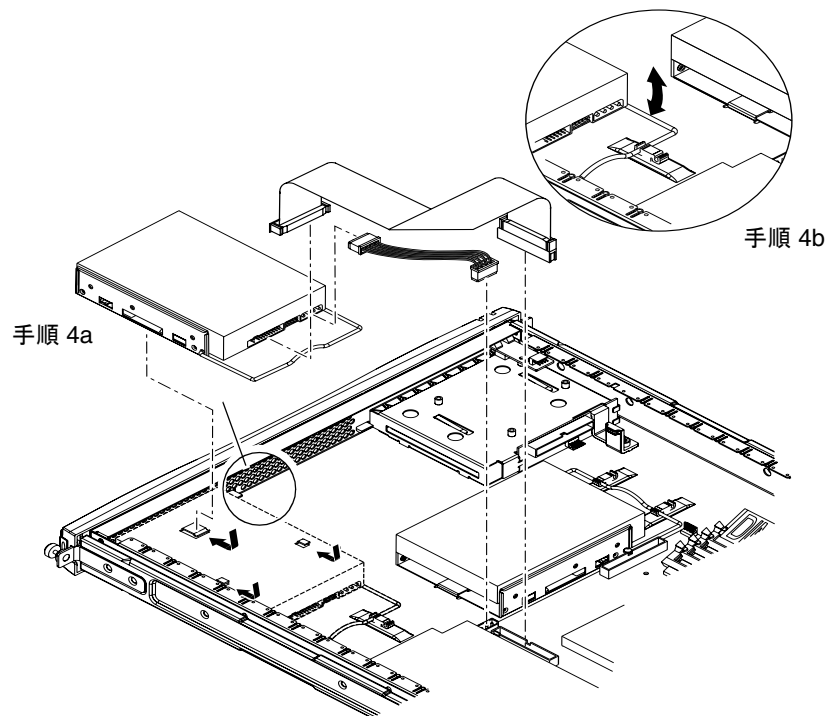

図 8-8 ハードディスクドライブの取り付け
4. 新しいハードディスクドライブを挿入して、位置を合わせます (図 8-8 を参照)。
5. 電源ケーブルとデータケーブルを接続します (図 8-8 を参照)。